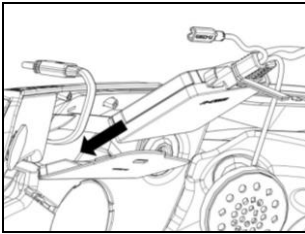

Fig. 6
- Inserire l'e-box nella sua sede (Fig. 6).